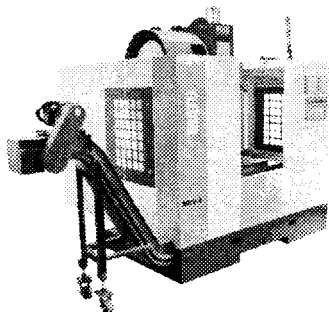

Рисунок 4.40 – Оброблювальний центр з ЧПК та інструментальним магазином
- впровадження багатоопераційних оброблювальних центрів з інструментальними магазинами і ЧПК (рисунок 4.40) [53, 54];